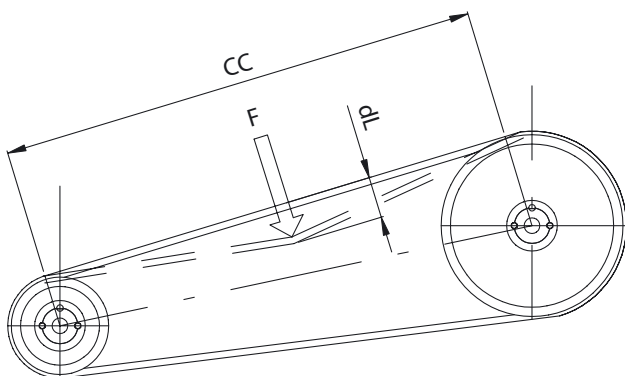

Fig. 2. Remspänning.
3. Spänn remmen så att du med ett tryck på ca 9 kg (**F**) kan uppmäta en reböjning på ca 9 mm (**dl**). Se **fig. 2**.